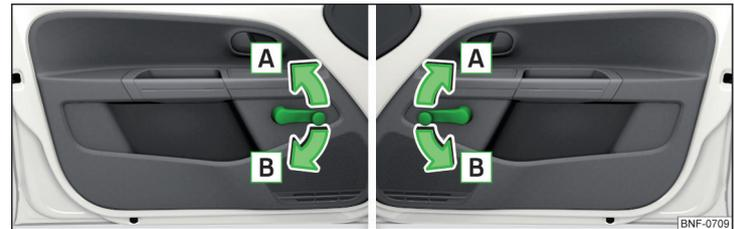

Abb. 33 Fensterbedienung: links / rechts
- Zum **Öffnen** die Kurbel in Pfeilrichtung **A** drehen » Abb. 33.